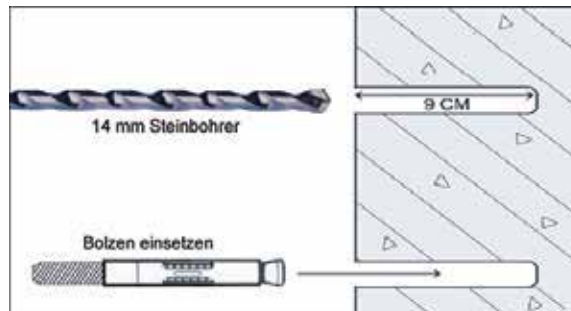

Bild 3
5. Bohren Sie die Löcher mit Hilfe einer Schlagbohrmaschine mit 14 mm Steinbohrer **9 cm** in die Wand (Bild 3). Stellen Sie sicher, dass Sie nicht in Mörtel bohren, da dieser keinen ausreichenden Halt für das Gewicht der Markise bietet.
6. Schlagen Sie die Bolzen ein und setzen Sie dann die Halterung auf die Schrauben. Anschließend schieben Sie Dichtung und Unterlegscheibe auf die Schraube und ziehen diese mit der Mutter fest. (Bild 3+4)